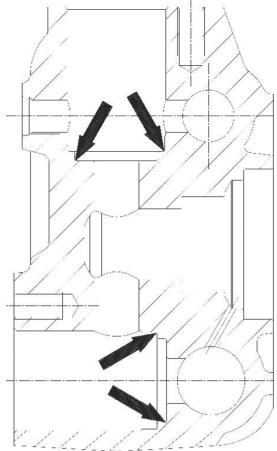

Abb. 18
- !** Vor dem Wiedereinbau der Ventilgruppen reinigen und trocknen Sie gründlich ihre Sitzes im Kopf gemäß Angaben in Abb. 18.